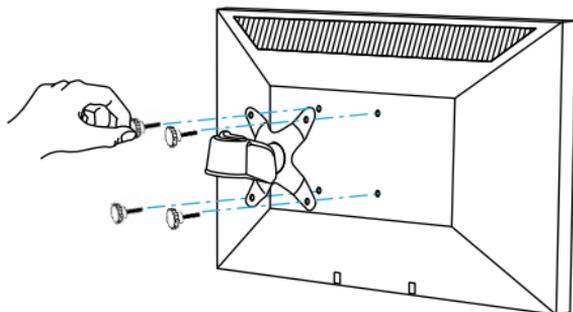

Figure 17
2. Insérez les **Vis à Oreilles du Moniteur** (x4) dans le **Support de Montage VESA** et à l'arrière du **Moniteur**. (Figure 17)